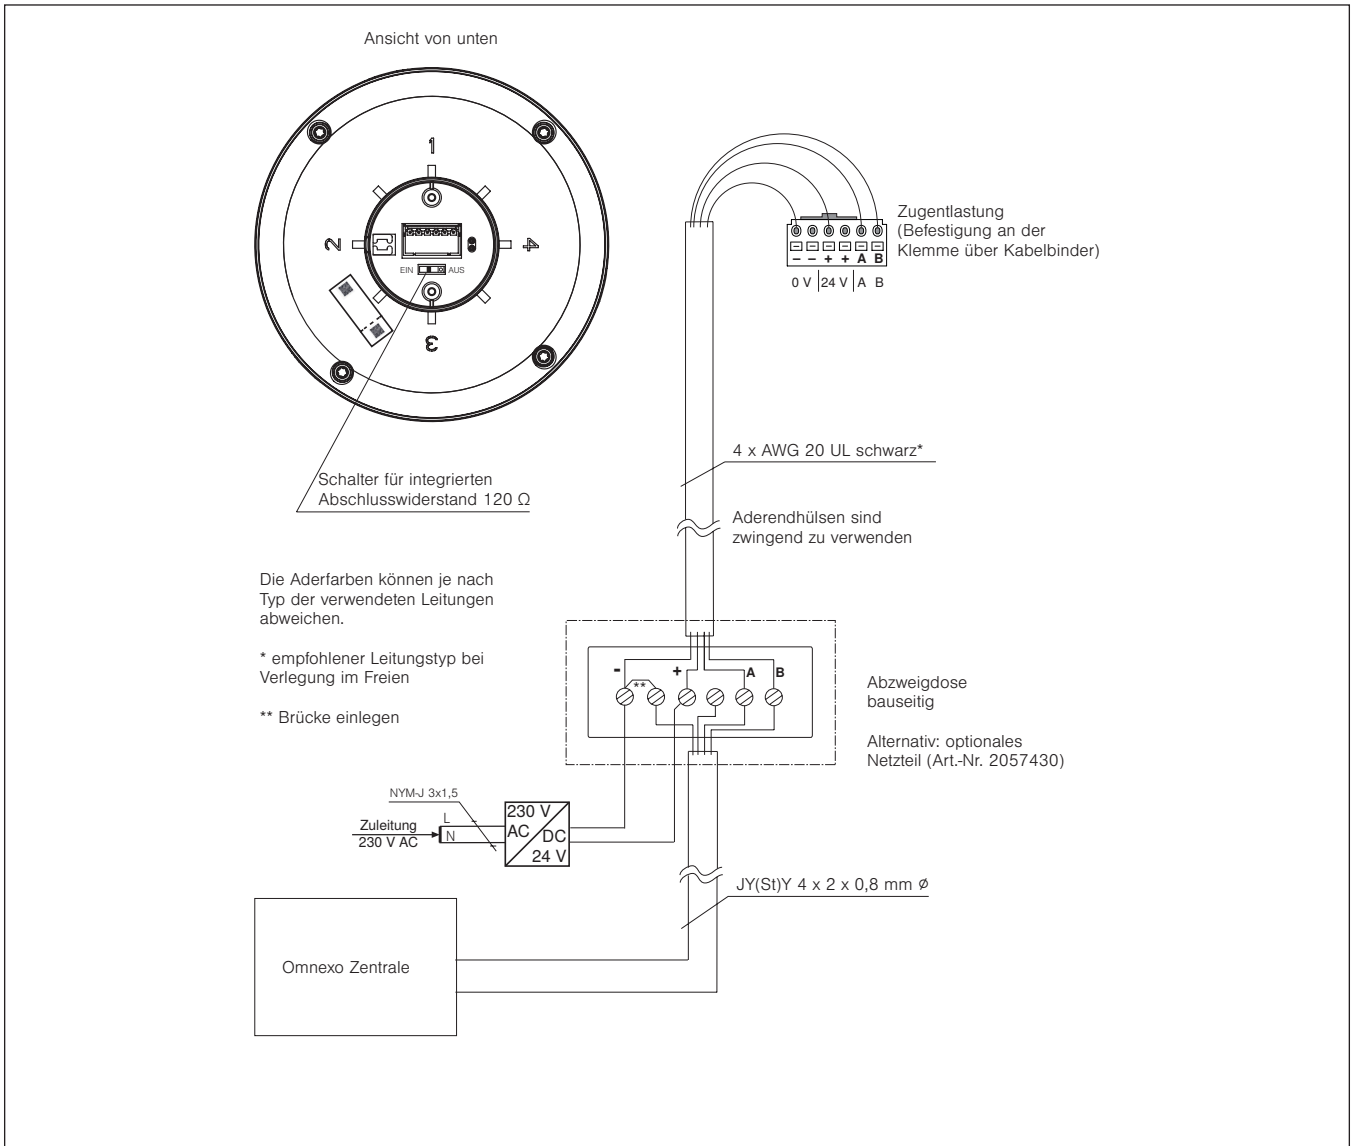

Abb. 6 Anschlussplan WAREMA Wetterstation pro mit Netzteil
- Schließen Sie die Wetterstation gemäß Anschlussplan Abb. 6 auf Seite 5 an die Omnexo Zentrale an.
-  Wenn die WAREMA Wetterstation pro der letzte Busteilnehmer der Buslinie ist, muss der Abschlusswiderstand manuell gesetzt werden (s. Abb. 6 auf Seite 5, Darstellung zeigt aktiven Abschlusswiderstand)
Um die Wetterstation in Betrieb zu nehmen, muss sie in der Omnexo Software angelegt werden. Zur Ermittlung der Seriennummer einen Magneten (im Lieferumfang der Zentrale) an den ID-Aufkleber halten, bis die Status-LED zur Bestätigung aufleuchtet. (siehe Abb. 6 auf Seite 5.) Alternativ können Sie die Seriennummer (siehe Etikett auf dem Gerät) manuell eingeben.